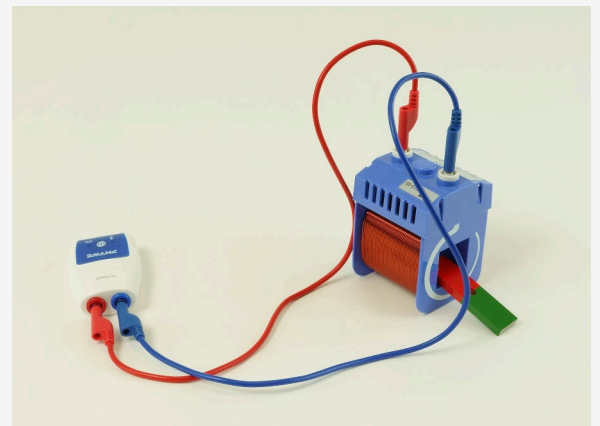

Abb. 1
- Baue den Versuch entsprechend Abb. 1 auf.